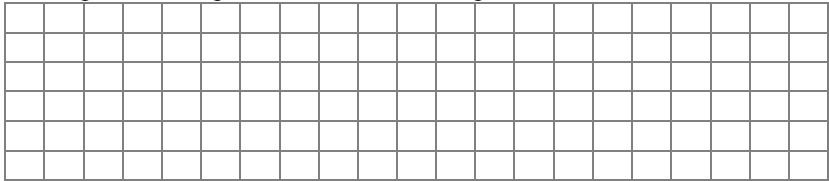

Рис. 5.3. Сетка для расчетных и опытных графиков $u_{c3}(t)$ и $i_3(t)$ заряда конденсатора
6. По опытным и расчётным данным построить графики $u_{c3}(t)$, $i_3(t)$ в одних координатах, привязав их к сетке для рис. 5.3.